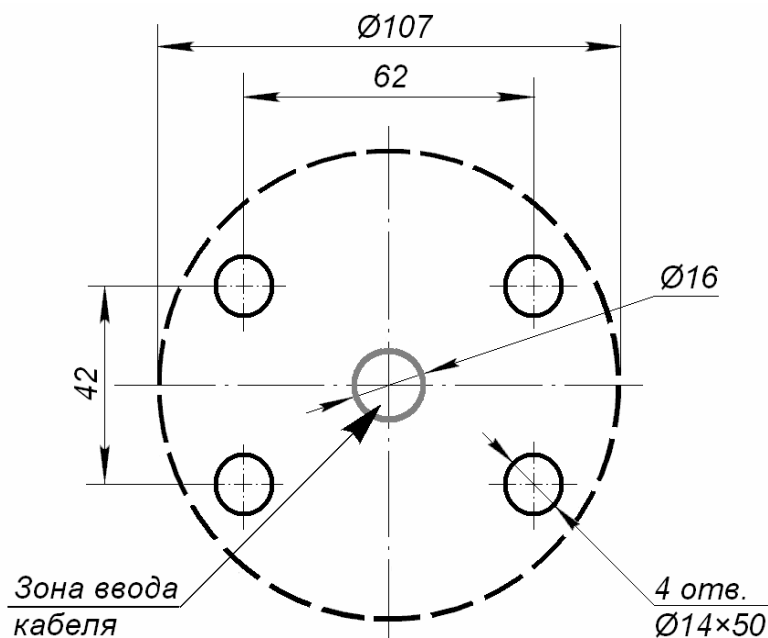

Рисунок 5. Разметка отверстий для установки IRP01
3. Выполните на установочной поверхности в соответствии с рис. 5 разметку отверстий для монтажа изделия, а также разметку кабельного канала для прокладки кабеля подключения контроллера СКУД к зоне входа кабеля в стойку с учетом расположения контроллера СКУД.
8. Протяните кабель через центральное отверстие в основании диаметром 16 мм (см. рис. 5).